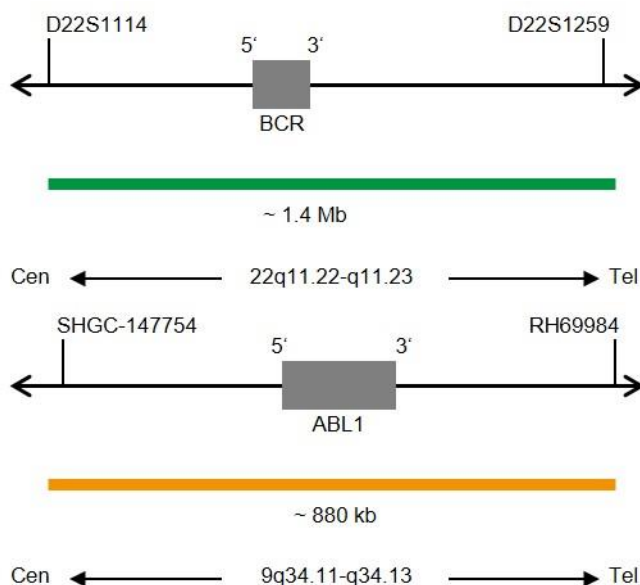

Fig. 1: Arriba: SPEC BCR Mapa de la sonda; abajo: SPEC ABL1 Mapa de la sonda (no está a escala)
- Polinucleótidos marcados en verde (excitación a 503 nm/emisión a 528 nm) ZyGreen (~12,0 ng/ $\mu$ l), dirigidos a secuencias localizadas en 22q11.22-q11.23\* (chr22:23,000,029-24,431,064) que albergan la región del gen BCR (ver Fig. 1).
- Polinucleótidos marcados en naranja (excitación a 547 nm/emisión a 572 nm) ZyOrange (~6,0 ng/ $\mu$ l), dirigidos a secuencias localizadas en 9q34.11-q34.13\* (chr9:133,223,081-134,103,849) que albergan la región del gen ABL1 (ver Fig. 1).